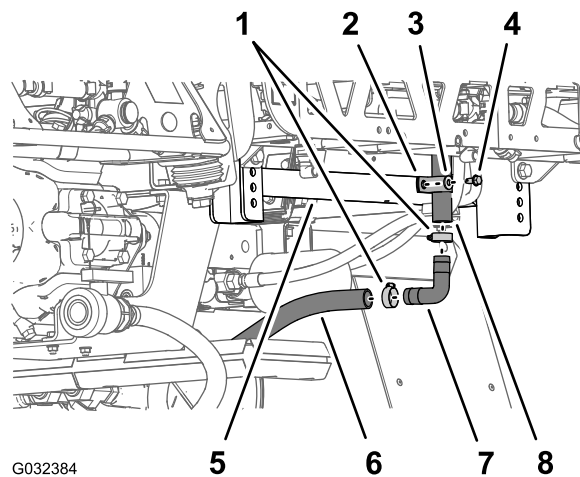

**Figura 49**
6. Rimuovete i fermi che fissano i raccordi diritti dentellati alle valvole di sezione delle barre centrali, di sinistra e di destra (**Figura 49**).
7. Rimuovete i flessibili per le valvole di sezione delle barre centrali, di sinistra e di destra dalla macchina (Figura 49).